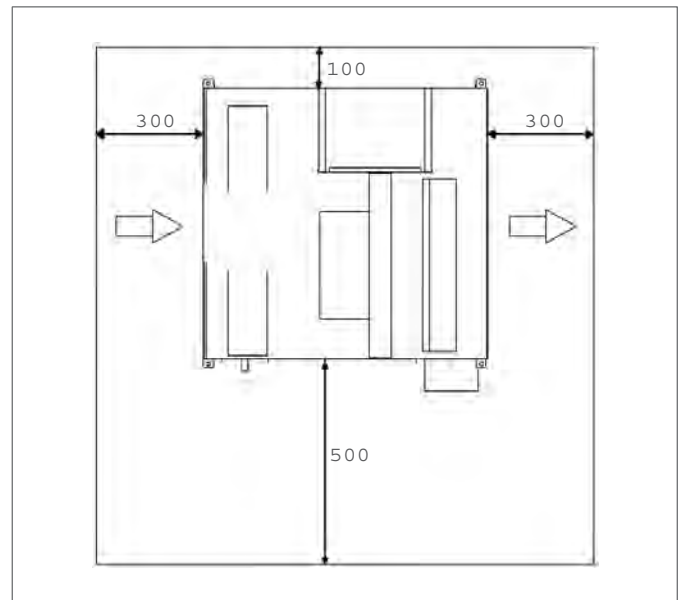

Fig. 4-2: Dimensiones del registro de inspección con los componentes señalados
- Para facilitar los mantenimientos de rutina es necesario que el falso techo tenga registros de inspección. Las dimensiones de estos registros de inspección aparecen indicadas en la fig. 4-2.